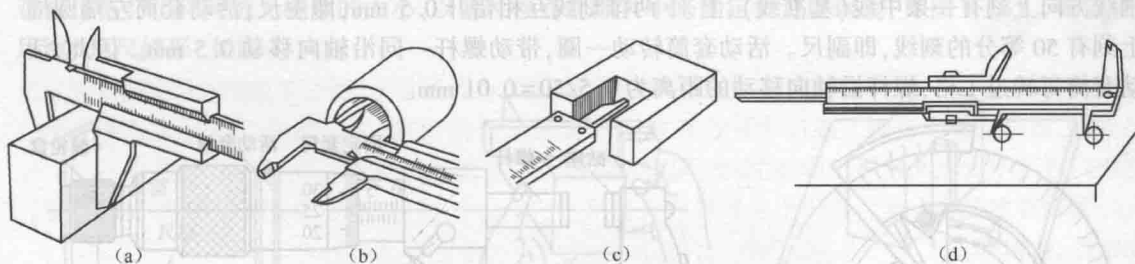

图 1.5 游标卡尺的测量方法
用游标卡尺测量工件的方法如图 1.5 所示, 使用时注意事项: (1) 检查零线, (2) 放正卡尺, (3) 用力适当。